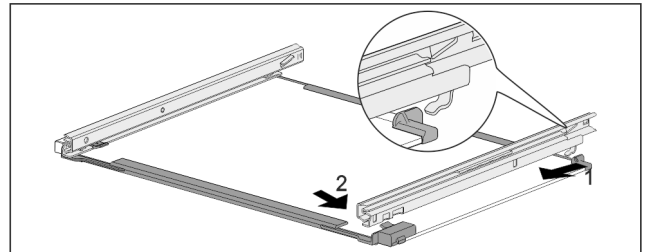

Fig. 130 带轨道的玻璃隔板
- ▶ 轨道后部钩入。 Fig. 130 (1)
- ▶ 轨道前部卡紧。 Fig. 130 (2)